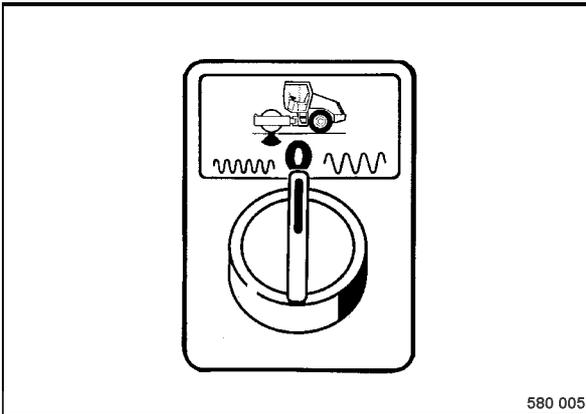

fig. 43
- Commuter l'interrupteur rotatif de sélection du mode de vibration (fig. 43) sur position "0", vibration arrêtée.